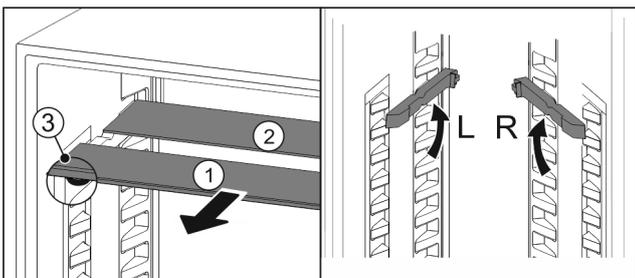

Fig. 94
- estrarre i ripiani di vetro singolarmente tirando in avanti Fig. 94 (1).
- Il piano in vetro Fig. 94 (1) con il motivo ornamentale è nella parte anteriore.
- I fermi Fig. 94 (3) sono rivolti verso il basso.